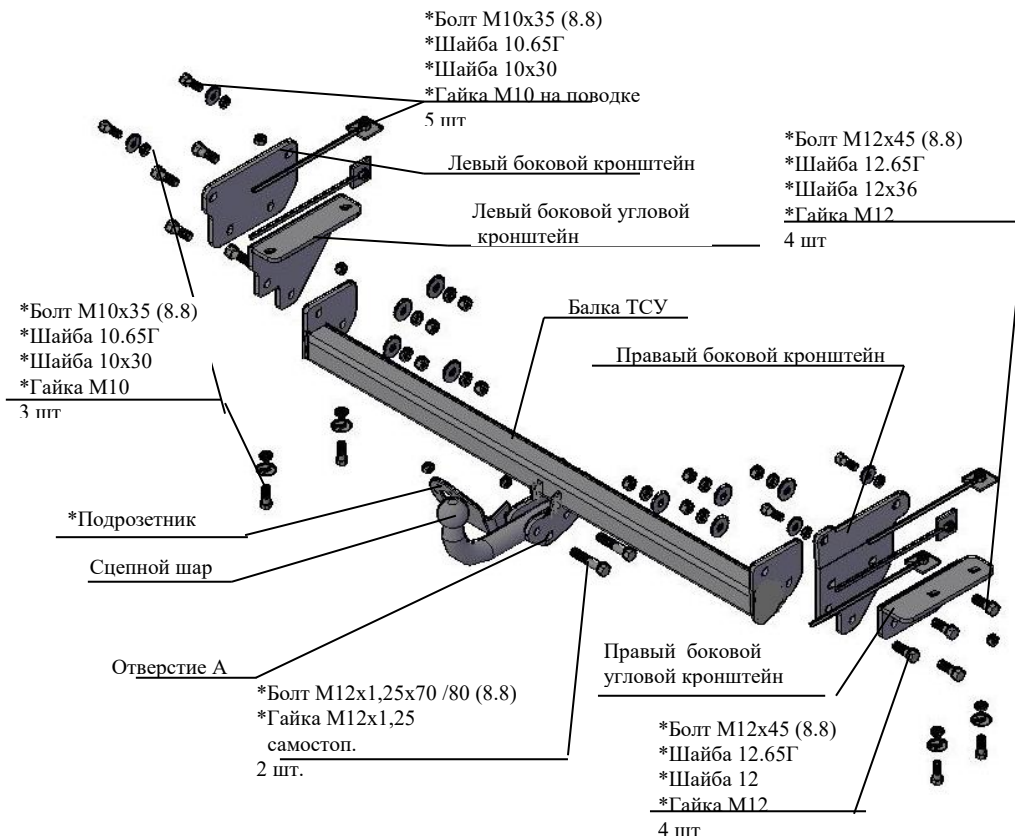

Рис.1 Тягово-сцепное устройство 7721.
2.1 ТСУ 7721 в сборе (рис.1)	1 шт.
2.2 Пакет с комплектующими (см. рис.1)	1 шт.